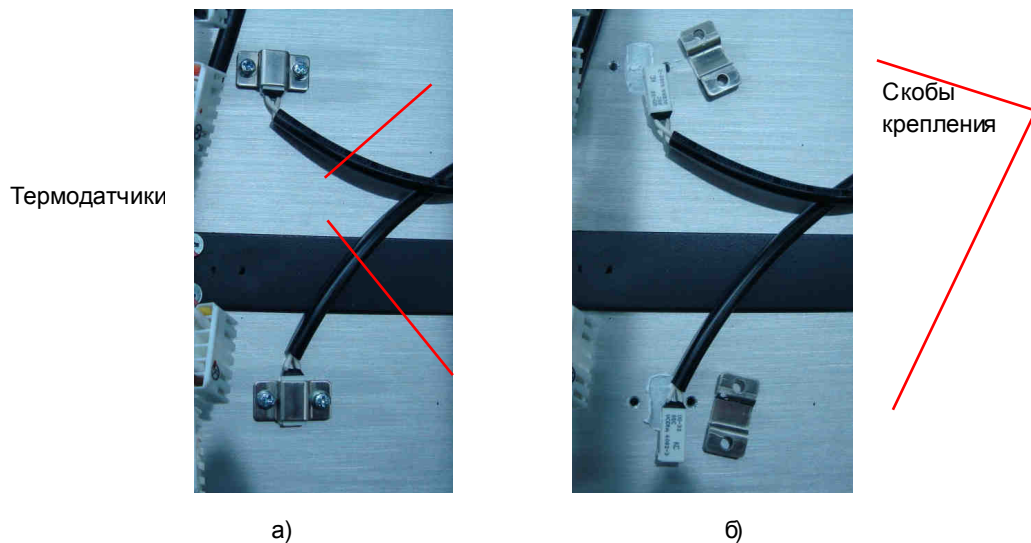

Рис. 6.33.
6.19.1. Выкрутить по 2 винта крепления каждого термодатчика к радиатору (рис. 6.33а). Демонтировать термодатчики в месте со скобами крепления (рис. 6.33б) и положить их в тару.